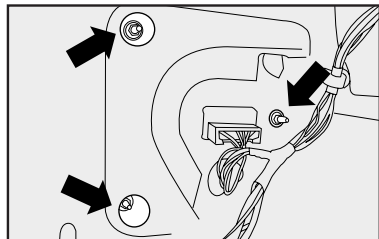

fig. 15
- 2) Utilizando una llave en "L", quite los tornillos y arandelas (**flechas-fig. 15**).